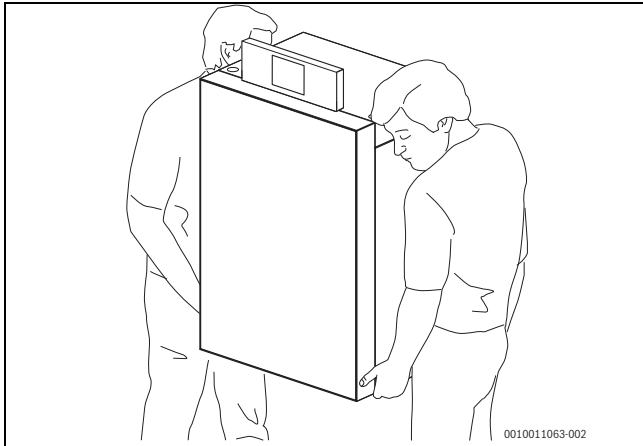

Bild 7 Heizkessel tragen
- ▶ Heizkessel wie in Bild 7 dargestellt, heben und tragen.